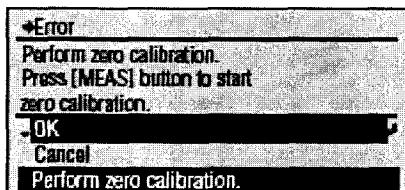
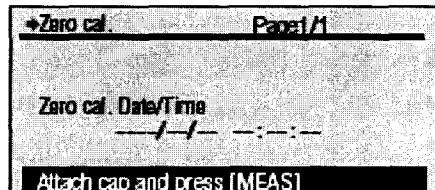
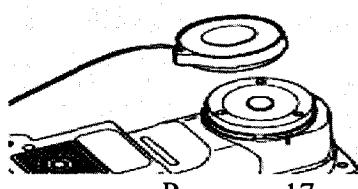

Рисунок 15
Рисунок 16
Рисунок 17
8.2.5.1 В меню калибровки, с помощью кнопки **▲** выбрать пункт **OK**, затем нажать кнопку «**MENU**» (рисунок 15). Отобразится меню «**Zero cal.**» (рисунок 16). Установить крышку на измерительную апертуру прибора (рисунок 17). Нажать кнопку измерения.